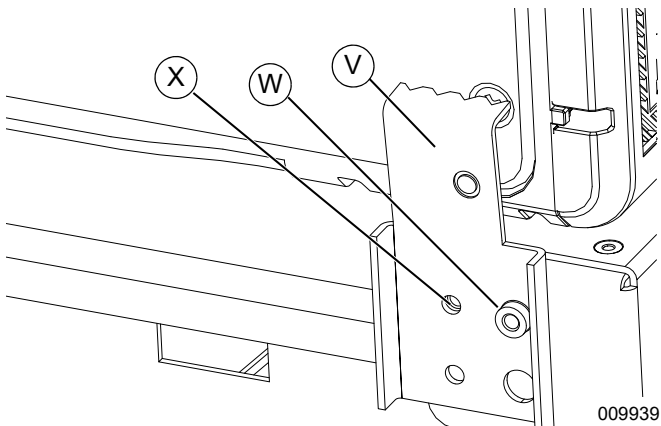

Figura 4-30. Sujetadores de retención (3 de 3)
1. Consulte la **Figura 4-30**. Alinee los orificios del sujetador de retención (V) con el espárrago (W) y el orificio de montaje (X).